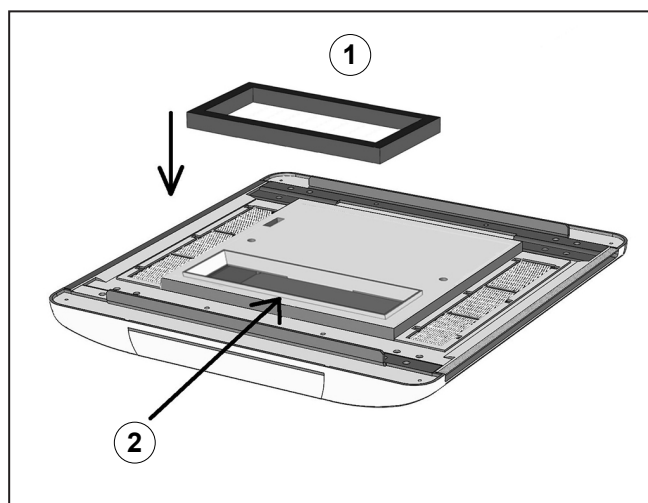

Fig. 11
Plaats de luchtverspreider horizontaal en breng de rechthoekige schuimrubberverbinding (Fig. 11 ref. 1) op het profiel van het luchtinlaatmondstuk (Fig. 11 ref. 2) aan. Als het dak dikker is dan 35 mm dan moet er voor een tweede verbinding gezorgd worden die over de eerste heen aangebracht moet worden.